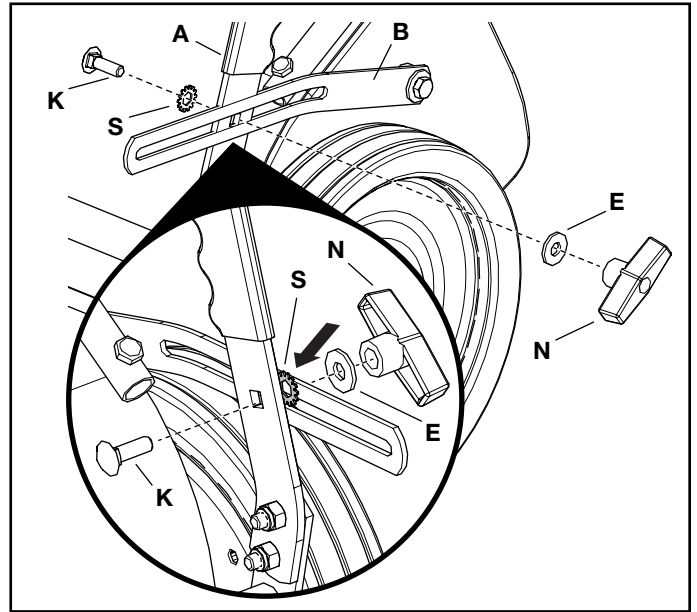

FIGURE 5
### STEP 5: (SEE FIGURE 5)
(VOIR LA FIGURE5) Reliez la sangle de réglage de la hauteur (B) à la poignée de réglage de la hauteur (A) en utilisant le bouton à ailettes 5/16-18 (N), la rondelle 0,375 x 0,875 x 0,083 (E), la rondelle à dents 3/8 (S) et le boulon de chariot 5/16-18 x 1 (K).